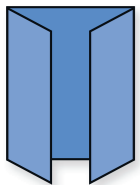

Abb. 5: Fensterfalz (Altarfalz)
- Bei Fenster-, Leporello- oder Zickzackfalz (Abb. 5 bis 6) bedarf es einer Abklärung
Von den Technischen Richtlinien abweichende Directs wie zum Beispiel Spezialformate, Warenmuster, spezielle Falzarten wie Fenster-, Leporello- oder Zickzackfalz (siehe Abb. 5 bis 6) bedarf es einer Abklärung und gegebenenfalls eines Probelaufes.